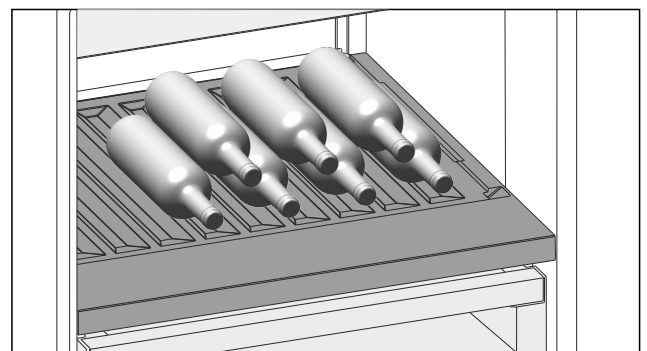

Fig. 210 Esimerkkikuva
- Aseta pulloet niin, että pohja osoittaa taaksepäin takaseinää vasten. (katso Fig. 210)